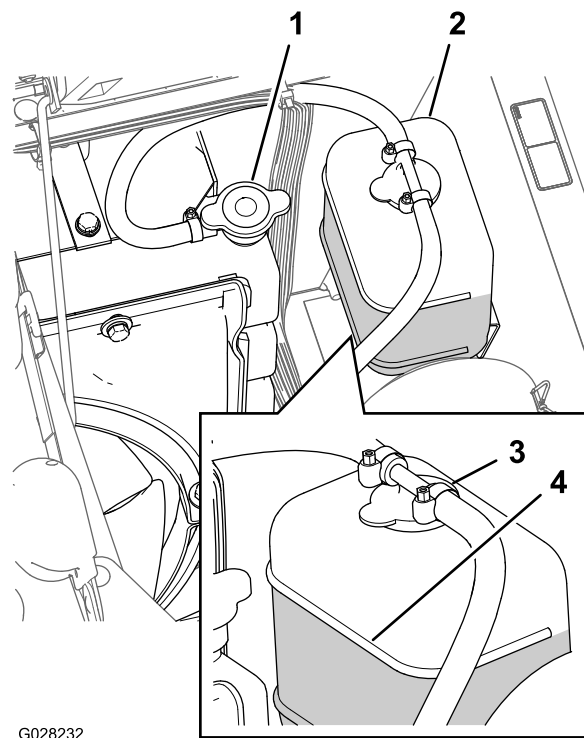

図 88
3. ラジエターと補助タンクのキャップを注意深く開ける 図 88
注 ラジエターは補給口の首の上部まで、補助タンクはFULLマークまであれば適正です 図 88。
5. 不足であれば補助タンクとラジエター本体に補給するラジエターは首の部分まで、タンクはFULLマークまで入れる 図 88。
6. ラジエターと補助タンクのキャップを閉める 図 88。
2. エンジンが十分に冷えているのを確認してラジエターのキャップを開ける (図 88)。
6. ラジエターキャップを取る 図 88。
8. ラジエターのキャップを軽く締めてエンジンを始動する 図 88。
10. 冷却液の温度が上昇したら、ラジエターをキャップの縁まで一杯に満たす 図 88。
11. 補助タンクのキャップを開けて、Coldレベルまで冷却液を補充する 図 88。